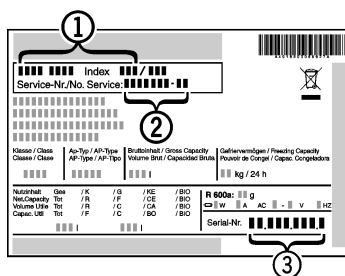

Fig. 4
- ▶ Обратитесь в сервисную службу и сообщите вид неисправности, наименование устройства Fig. 4 (1), сервисный № Fig. 4 (2) и серийный № Fig. 4 (3).